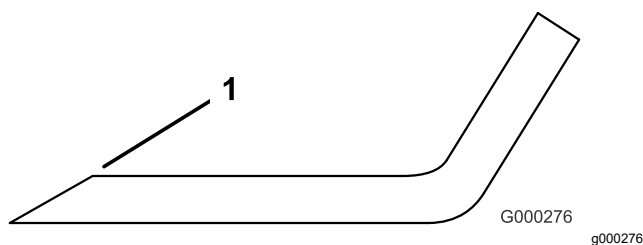

Figure 87
3. Examinez les tranchants de toutes les lames et aiguiser les s'ils sont émoussés ou ébréchés (**Figure 87**).
Remarque: N'aiguiser que le haut du tranchant et conservez l'angle de coupe d'origine pour obtenir une coupe nette (**Figure 87**). Limez la